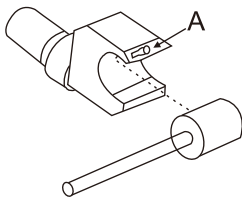

图 4-1
④ 根据被加工导线的粗细、软硬确定校直方式，并选择图1-1所示的⑫⑬⑭等合适部件。调换方法见第四章图4-1、4-2。
1. 导管的调换方法。如图4-1。